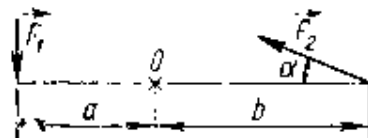

Рис. 7
3. На тело действуют две силы $F_1 = 40 \text{ Н}$ и $F_2 = 50 \text{ Н}$, как показано на рис. 7 ($a = 0,5 \text{ м}$, $b = 0,8 \text{ м}$, $\alpha = 30^\circ$). Какая из сил создает больший момент относительно точки О?